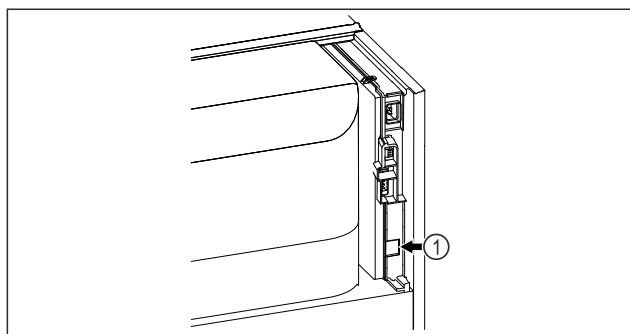

Fig. 100
- SmartModule Fig. 100 (1) naudojamas.